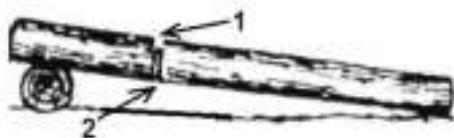

Рис. 11. Пропилы при раскряжевке дерева на одной опоре
- Бревно лежит на одной опоре (Рис. 11). Разгрузочный пропил (1) на 1/3 бревна делается сверху. Основной пропил (2) делается снизу навстречу разгрузочному пропилу.